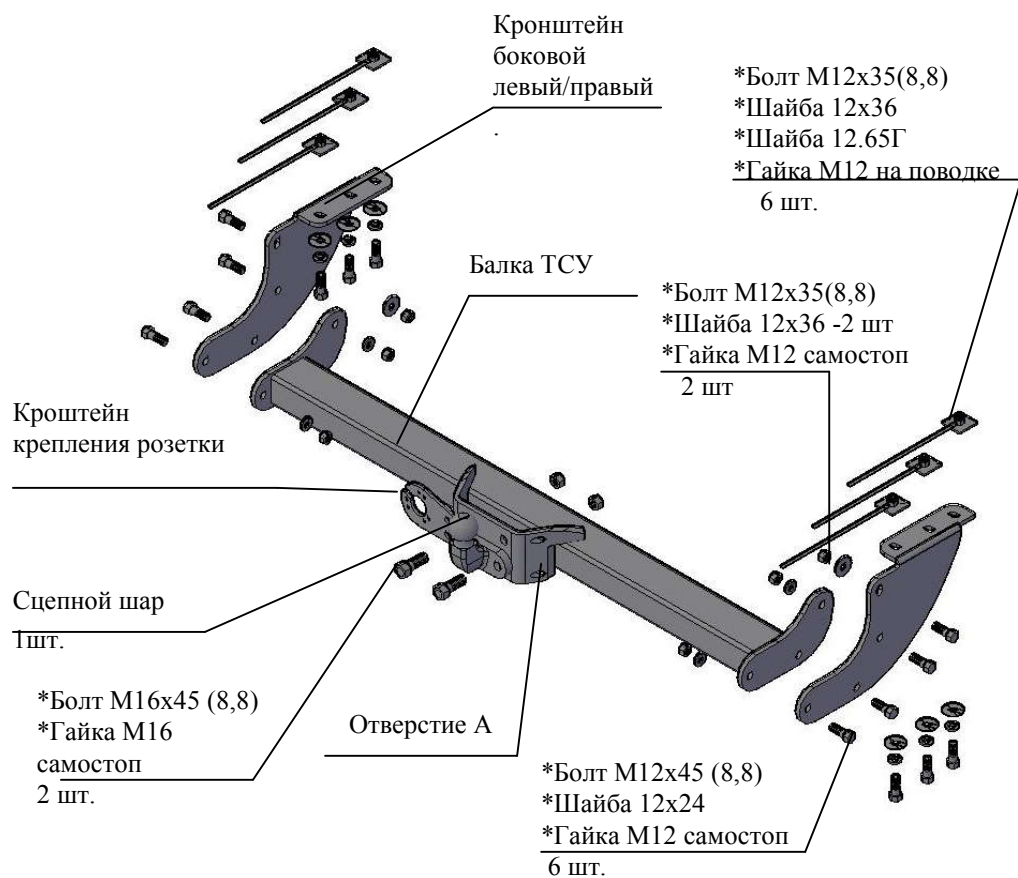

Рис.1 Тягово-цепное устройство 6050 .
2.1 ТСУ 6050 в сборе (рис.1)	1 шт.
2.2 Пакет с комплектующими (см. рис.1)	1 шт.
4.2 Закрепить боковые кронштейны ТСУ (правые и левые соответственно рис.1) к нижним полкам лонжеронов а/м болтами М12х35 и гайками М12 на поводке, подложив под головки болтов шайбы 12,65Г и шайбы 12х36 и к кронштейнам крепления заднего бампера болтами М21х35 и гайками